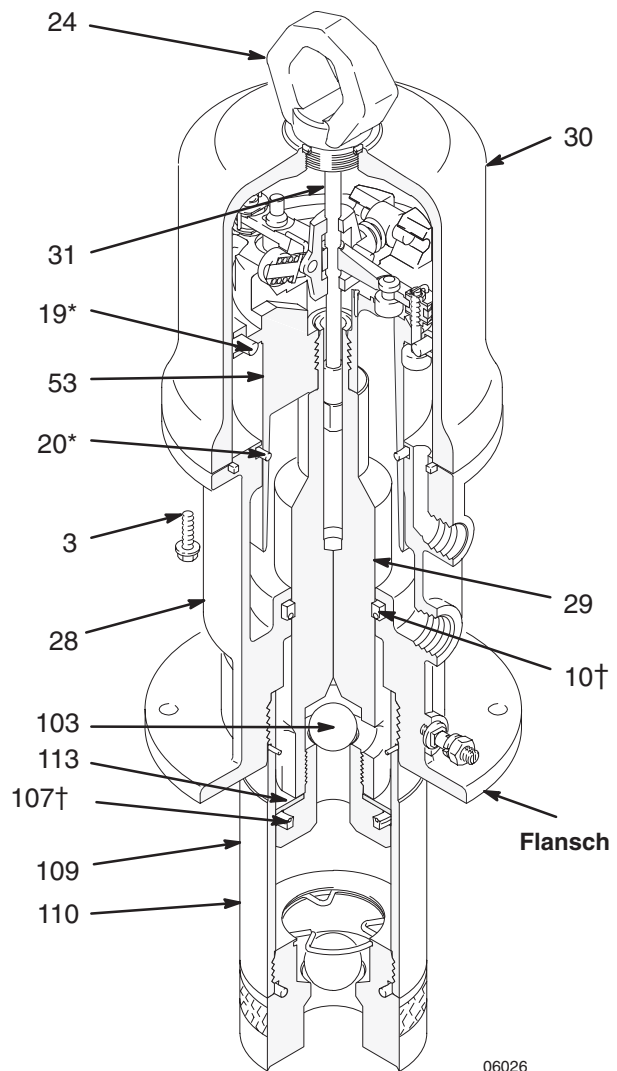

Abb. 3
2. Die Schläuche abziehen, die Pumpe von der Halterung nehmen und das Luftmotorgehäuse (28) horizontal in einen Schraubstock klemmen, wobei die Backen des Schraubstockes den Flansch umfassen.
3. Mit einem Bandschlüssel den Unterpumpenzylinder (110) aus dem Gehäuse (28) des Luftmotors schrauben. Siehe Abb. 3.
4. Kolben/Ventilsitz (109) mit Schlüsseln oder mit dem Schraubstock und einem Schlüssel von der Stange (29) schrauben.
5. Kolbenkugel (103), U-Packung (107†) und Kolbenscheibe (113) entfernen.
6. Luftmotorgehäuse aus dem Schraubstock nehmen und die Schlüssel­flächen der Kolbenstange (29) so in den Schraubstock einspannen, daß der Luftmotor nach oben gerichtet ist.
7. Den Ring (24) lösen. Den Ring hochziehen, die Steuerstange (31) mit der geschützten Zange ergreifen und den Ring von der Stange abschrauben.
8. Die sechs Schrauben (3) entfernen, mit denen der Zylinder (30) am Gehäuse (28) befestigt ist. Den Zylinder vorsichtig gerade vom Kolben (53) abziehen.
12. Die Kolbenstange (29) durch die Packung nach unten schieben und den Kolben (27) in das Gehäuse (28) des Luftmotors geben.
13. Das Luftmotorgehäuse (28) horizontal in einen Schraubstock einspannen, indem die Schraubstockbacken am Flansch angesetzt werden.
14. Die U-Packung (107†) mit den Lippen nach oben installieren und die Kolbenscheibe (113) auf den Kolben-/Ventilsitz (109) geben.
- HINWEIS:** Darauf achten, daß die Lippen der U-Packung (107†) nach oben weisen. Siehe Abb. 3.
15. Die Kolbenkugel (103) in die Kolbenstange (29) geben.
16. Loctite® auf das Gewinde des Kolben-/Ventilsitzes (109) auftragen und den Satz von Schritt 14 auf die Kolbenstange (29) drehen.
17. Die Schlüsselflächen des Kolben-/Ventilsitzes (109) in einen Schraubstock einspannen und mit einem Gänsefußschlüssel die Kolbenstange (29) mit 29 bis 44 N.m in den Ventilsitz eindrehen.
18. Das Luftmotorgehäuse (28) horizontal in einen Schraubstock einspannen, indem die Schraubstockbacken am Flansch angesetzt werden.
19. Mit einem Bandschlüssel den Unterpumpenzylinder (110) auf das Luftmotorgehäuse (28) schrauben und mit einem Gänsefußschlüssel auf 70 bis 77 N.m anziehen.